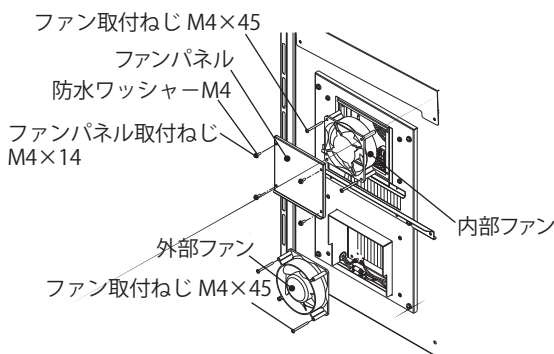

図 10 外部・内部ファン取外方法 (OPHE-10R)
3. ファン取付ねじ M4×45 を外し、外部ファンを取り外してください。(図 10、11)
2. ファンパネル取付ねじ M4×14、防水ワッシャー M4 を外し、ファンパネルを取り外してください。(図 10、11)
4. ファン取付ねじ M4×45 を外し、内部ファンを取り外してください。(図 10、11)